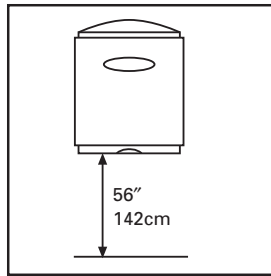
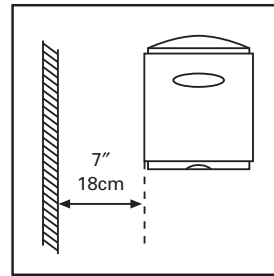

Fig. 1
Fig. 2
1. Poser la boîte distributrice de façon à ce que la partie inférieure soit environ à 56 po (142 cm) du sol. **Voir fig. 1.** Laisser un espace d'au moins 7 po (18 cm) du côté gauche de la boîte distributrice pour dégager la porte. **Voir fig. 2.**